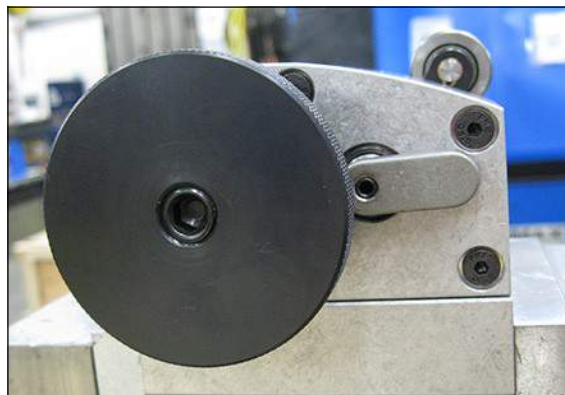

FIGURA 5-3. BRAZO DE LEVA Y POSICIÓN DE LA LLAVE
2. Ajuste la llave y el brazo de la leva de manera que estén posicionados como se muestra a la derecha, Figura 5-3.